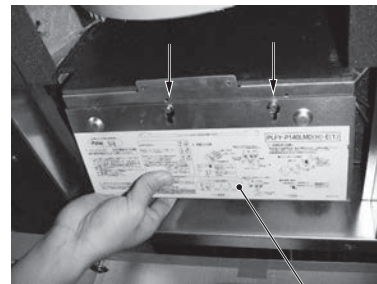

図13 ユニット本体制御ボックスカバー
- 2.ユニット本体制御ボックスカバーの取付ネジ：2本を緩め、制御ボックスカバーを外してください。(図13)